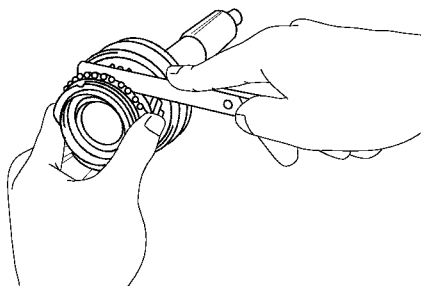

图 10-9 测量同步环背面与齿轮花键的间隙
- (2) 测量同步环背面与齿轮花键之间的间隙，如图 10-9 所示。